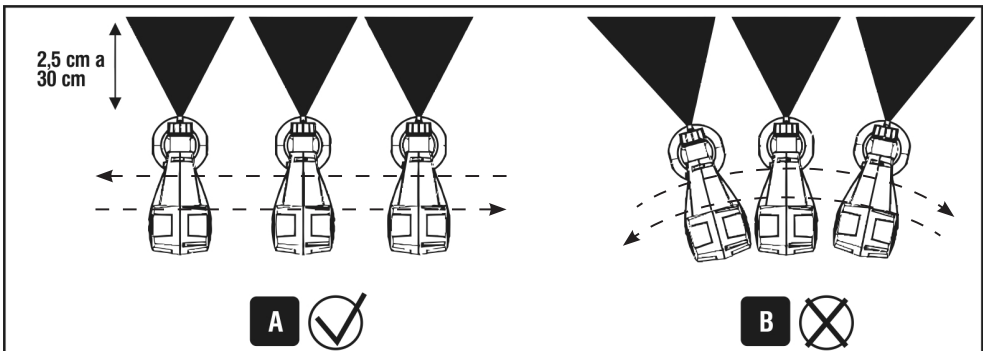

Fig. 6 - Distância ideal para uma boa pintura
- Ajuste o jato de tinta de acordo com o item 7.5 deste manual;
- Ajuste o volume de material de acordo com o item 7.6 deste manual;
- Pulverize a superfície a uma distância de 2,5 cm a 30 cm do objeto a ser pintado de acordo com a Fig. 6;
- Movimento a pistola de pintura para cima e para baixo, sempre mantendo-a perpendicular à superfície que está sendo pintada, conforme mostra a Fig. 6 (Fig. 6A: correto e Fig. 6B: incorreto).